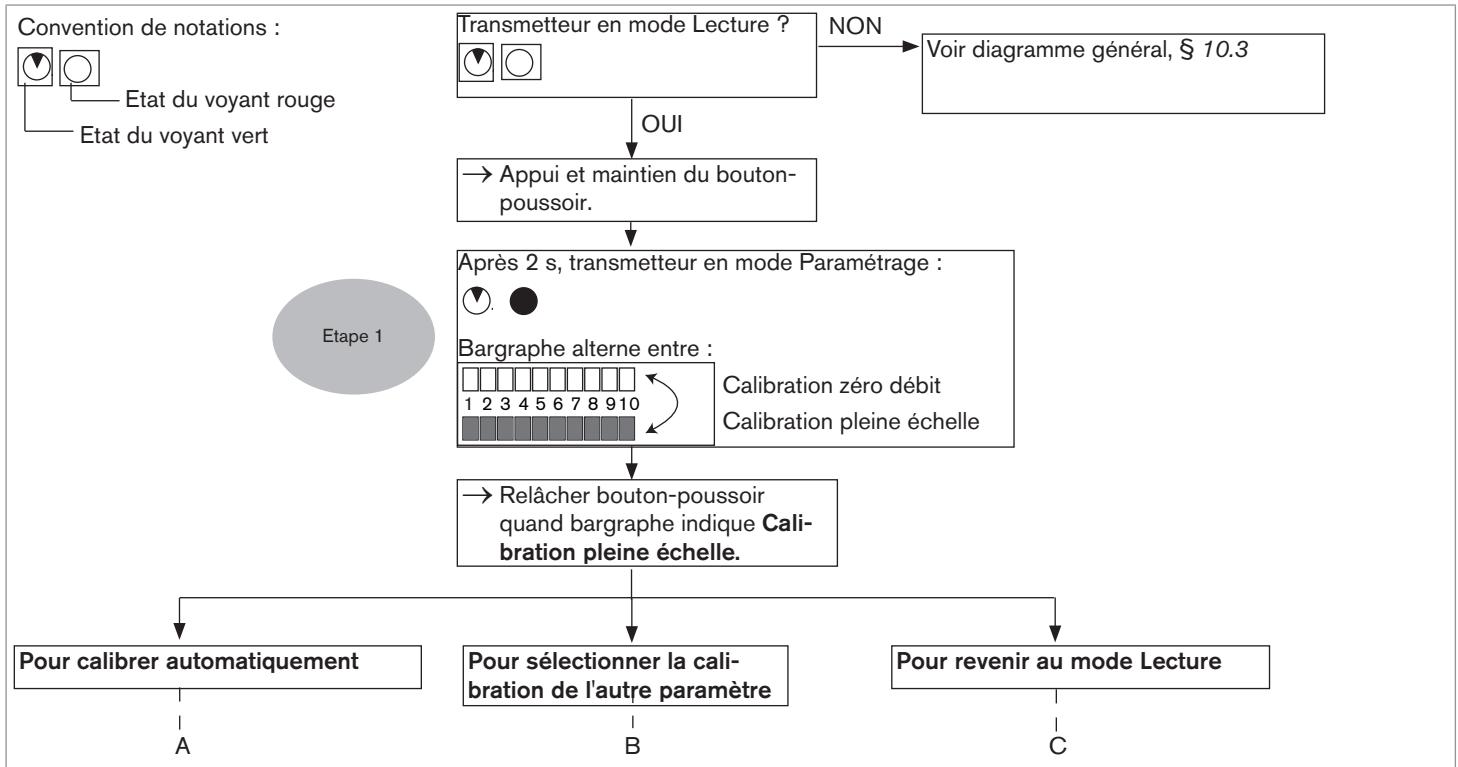
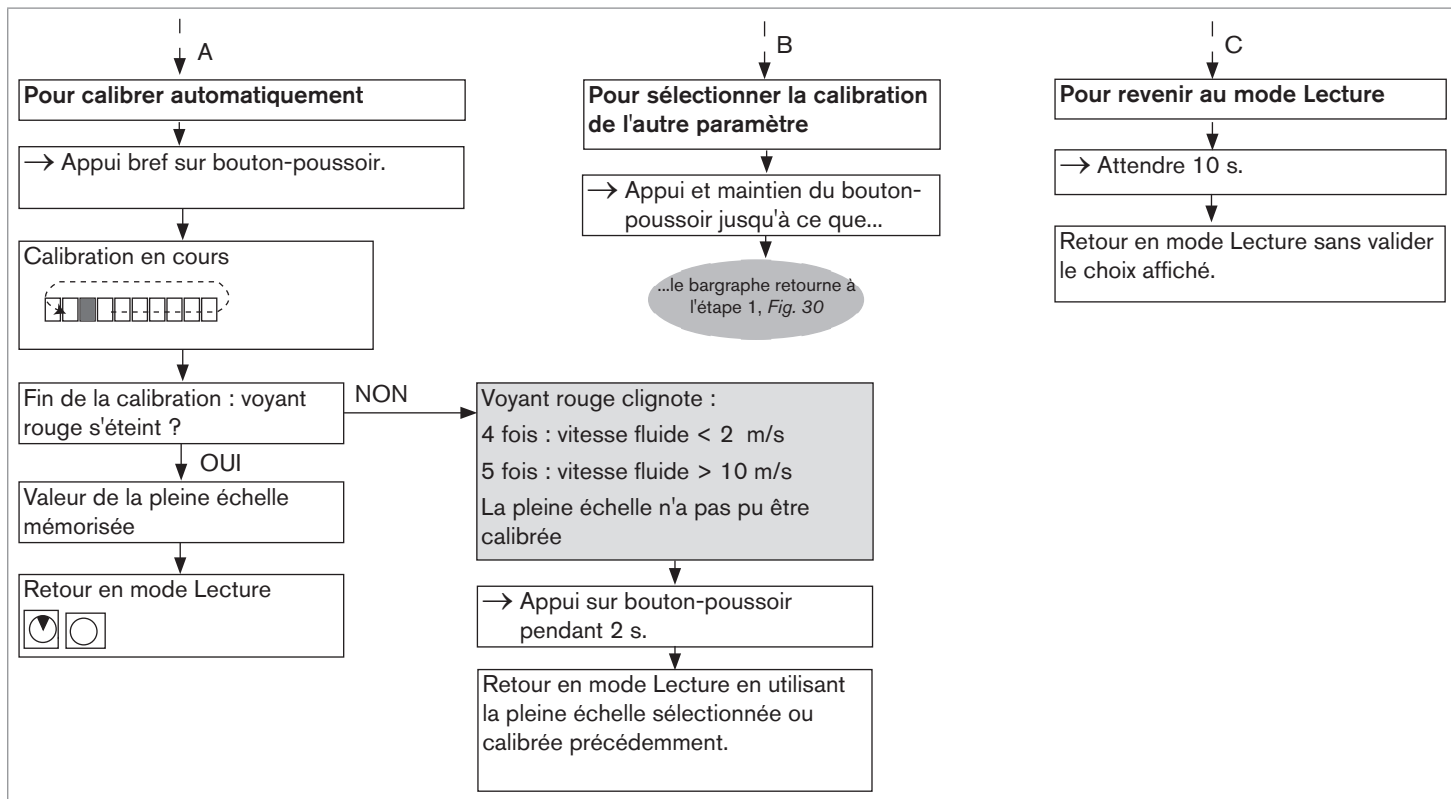

Fig. 30 : Calibrage de la pleine échelle, partie 1
Fig. 31 : Calibrage de la pleine échelle, partie 2
- Calibrer la pleine échelle, voir Fig. 30 et Fig. 31.